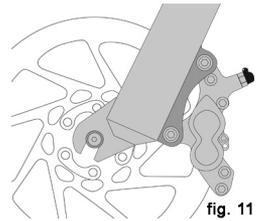
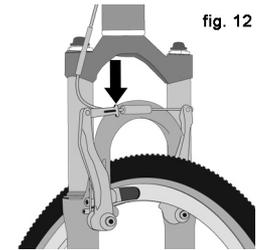

fig. 11
fig. 12
(1) frein sur la jante : désengagez le mécanisme de déblocage rapide du frein pour augmenter l'espace entre le pneu et les patins de frein (voir Section 4.C fig. 11 à 15).
(2) Frein sur la jante : désengagez le mécanisme de déblocage rapide du frein pour augmenter l'espace entre le pneu et les patins de frein (voir Section 4.C fig. 11 à 15).
(3) Système avec dérailleur : tirez le corps du dérailleur en arrière avec la main droite.
**3. Certains types de frein de vélo, comme les freins à disque (fig. 11) et les freins à tirage linéaire (fig. 12), sont extrêmement puissants. Veillez à bien vous familiariser avec ces freins et soyez tout particulièrement attentif quand vous les utilisez.**
La plupart des freins avec patins sur la jante sont équipés d'un système de déblocage rapide pour permettre aux patins de frein de ne pas bloquer le pneu quand vous déposez ou réinstallez une roue. Quand le système de déblocage rapide est ouvert, les freins ne fonctionnent pas. Vérifiez auprès du revendeur que vous comprenez bien comment le système de déblocage rapide des freins fonctionne sur votre vélo (voir fig. 12, 13, 14 et 15) et vérifiez-les avant chaque sortie pour vous assurer que les freins fonctionnent correctement.